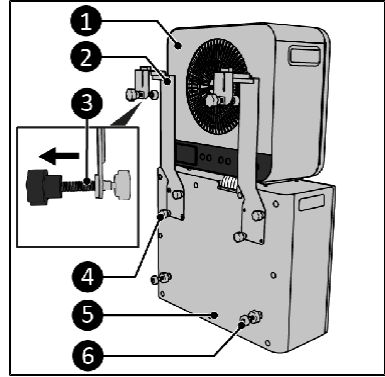
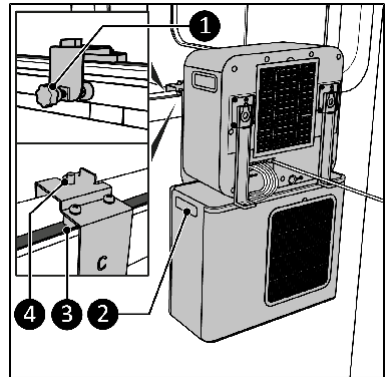

Figura 5
Figura 6
1. Coloque la unidad interior (figura 5, número 1) libremente sobre la unidad exterior (figura 5, número 5).
2. Retire las cuatro tuercas ciegas (figura 5, número 4).
3. Monte los dos soportes inferiores destinados a la caravana (figura 5, número 2) en la unidad exterior utilizando dos tornillos por soporte (figura 5, número 4).
4. Compruebe que los pernos de ajuste (figura 5, número 3) estén completamente apretados.
5. Instale los pernos de ajuste y las tuercas-espaciadores (figura 5, número 6) en la unidad exterior (figura 5, número 5).
6. Fije los soportes superiores para caravana (figura 6, número 3) en la unidad interior (figura 5, número 1) utilizando los ganchos de goma (figura 6).
8. Coloque el bloque de fijación del aparato en la abertura de la ventana utilizando las asas laterales de la unidad exterior (figura 6, número 2). Compruebe que las zapatas grises estén correctamente colocadas en la junta de la ventana.
9. Apriete manualmente los pernos (figura 6, número 1) contra la pared de la caravana.
10. Tenga a mano las tuercas ciegas (figura 1, número 8) para cubrir las roscas de los soportes (figura 6, número 4).
13. Compruebe la horizontalidad de la unidad exterior y corríjala si es necesario ajustando el perno de ajuste (figura 5, número 6).